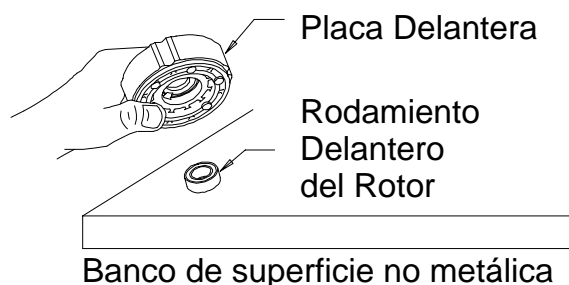

Figura 4
2. Saque el mando de control de potencia de la parte posterior del cilindro (1). Saque el retén del mando de control de potencia (42), si hay que sustituirlo.
3. Quite la placa delantera (2) del cilindro golpeando ligeramente con un martillo de plástico el extremo estriado del rotor (6). Si no se afloja la placa delantera, asegure en el tornillo de banco un botador de centrado con la punta inclinada hacia abajo y hacia fuera respecto al tornillo. Sujete el cilindro y la placa delantera con una mano y sitúe el orificio en el extremo del rotor contra el botador.
**NOTA:** Evite golpear el cilindro contra una superficie dura o metálica al extraer los rodamientos del rotor (3) y (4) para que no se dañe.
4. Para extraer el rodamiento delantero del rotor, sujete la placa delantera con el rodamiento delantero hacia abajo y golpee ligeramente la placa delantera sobre una superficie plana y no metálica tal como un banco de trabajo. Esto aflojará el rodamiento de modo que caiga de la placa delantera. Véase la figura 4.